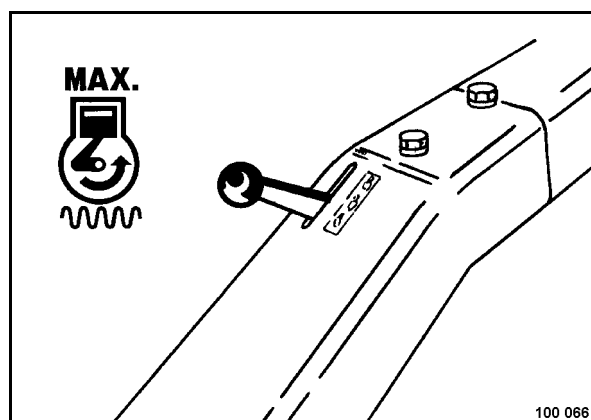

Fig. 30
- Colocar la palanca reguladora de revoluciones (Fig. 30) a posición "MAX".